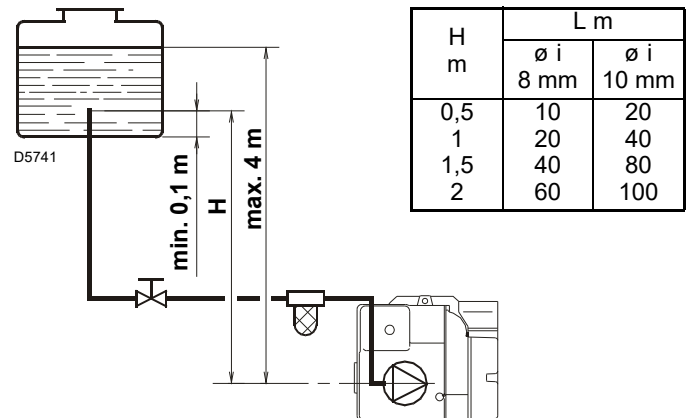
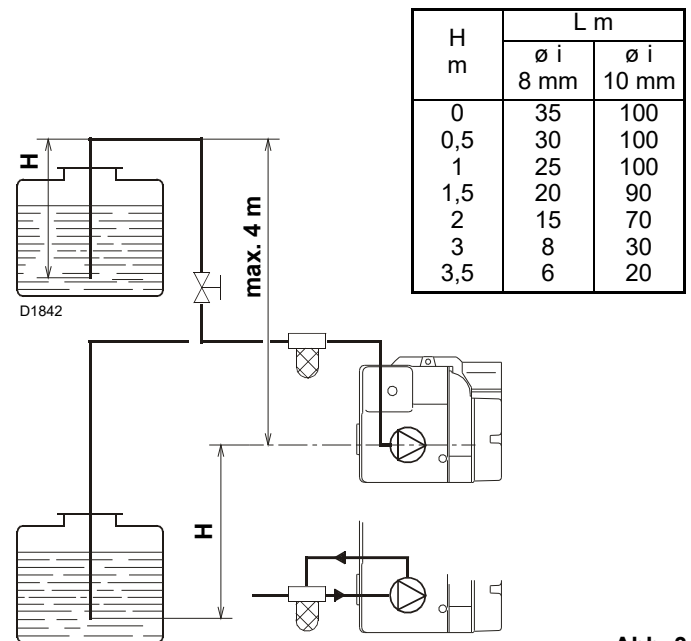
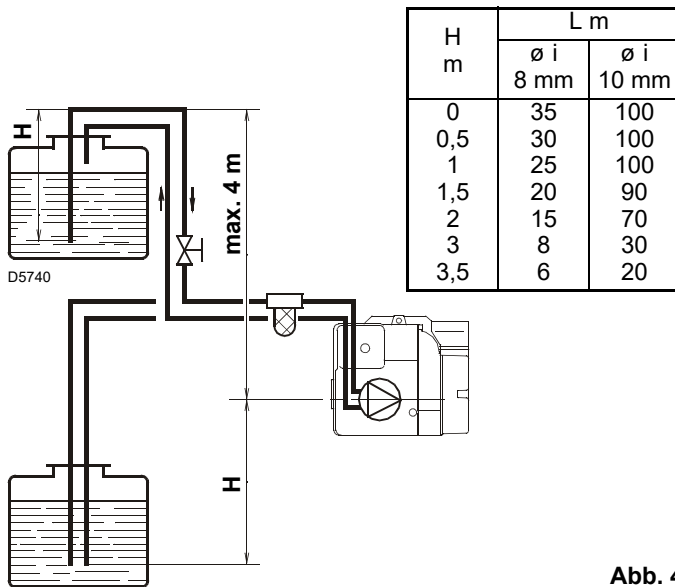

Abb. 2
Abb. 3
Abb. 4
- Dies ist nur bei Einrohr-Anlagen erforderlich (Abb. 2). In der Anlage von Abb. 2 genügt es, den Anschluss des Vakuummessers 4) (Abb. 5) zu lösen und das Austreten des Brennstoffs abzuwarten.
- In den Anlagen von Abb. 3 und Abb. 4 wird die Luft automatisch nach dem Starten des Brenners ausgestoßen.
Legende (Abb. 2, Abb. 3 und Abb. 4)